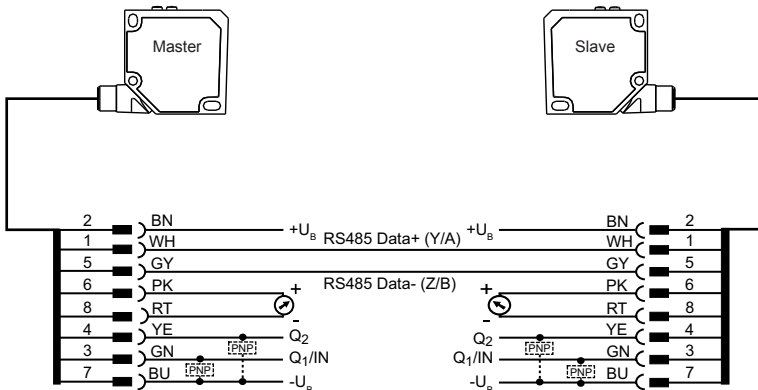

Abb. 21
2. Sensoren nach Anschlusszeichnung verbinden und elektrisch anschließen (Abb. 21).